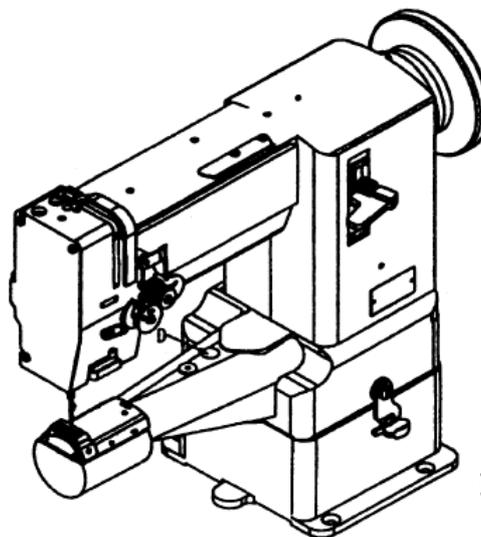

Fig.12
14. Réarmer l'embrayage de sécurité : (Fig 12) _____	- 7 -
14. Réarmer l'embrayage de sécurité : (Fig 12)